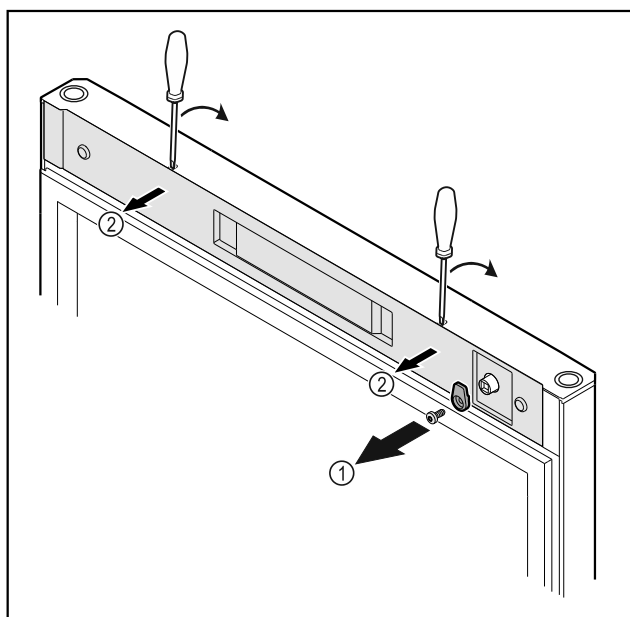

Fig. 53
- Sluithaak Fig. 53 (1) losschroeven.
- Afdekking Fig. 53 (2) met een kleine schroevendraaier losmaken en verwijderen.